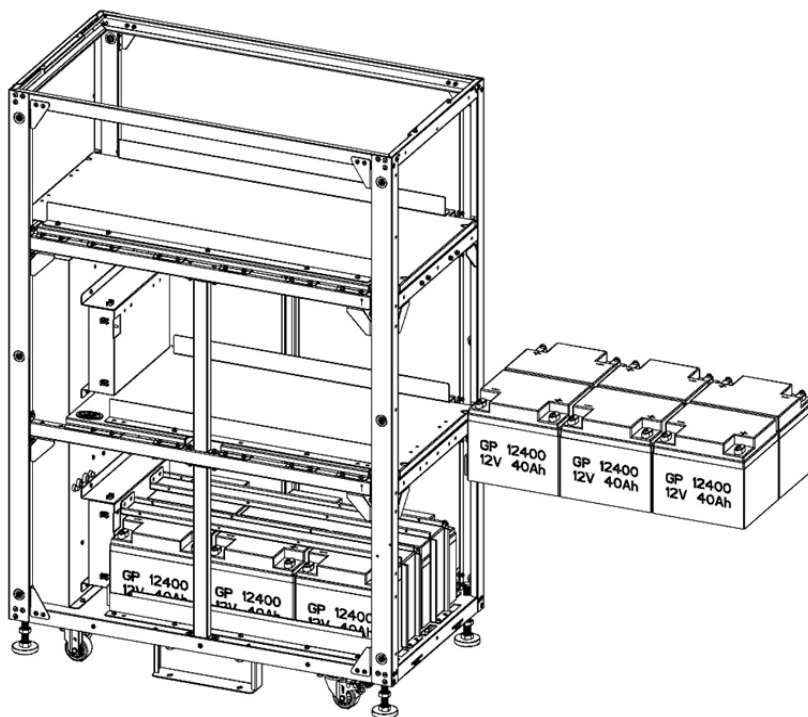

Figure 5-37
5. Réinstaller les supports de rétention et les vis des batteries de la couche 1 (Figure 5-37).
6. Installer 6 modules de batteries dans la couche 2 (Figure 5-37).